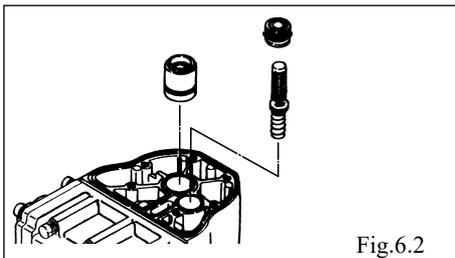

Fig.6.2
- 拔出导气阀组件和阀座。（Fig.6.2）
- 拔出通道轴承。（Fig.6.2）